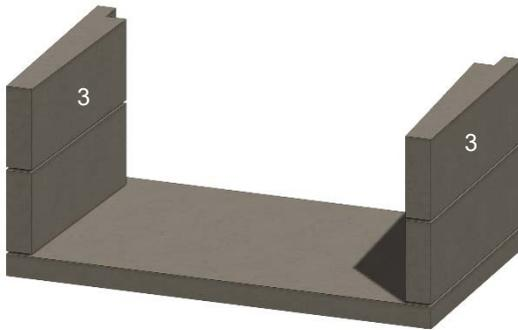

Figure 10. Murs latéraux intermédiaires
D. Installez les parois latérales du milieu (3) en vous assurant qu'elles sont de niveau et d'équerre. Voir la figure 10.